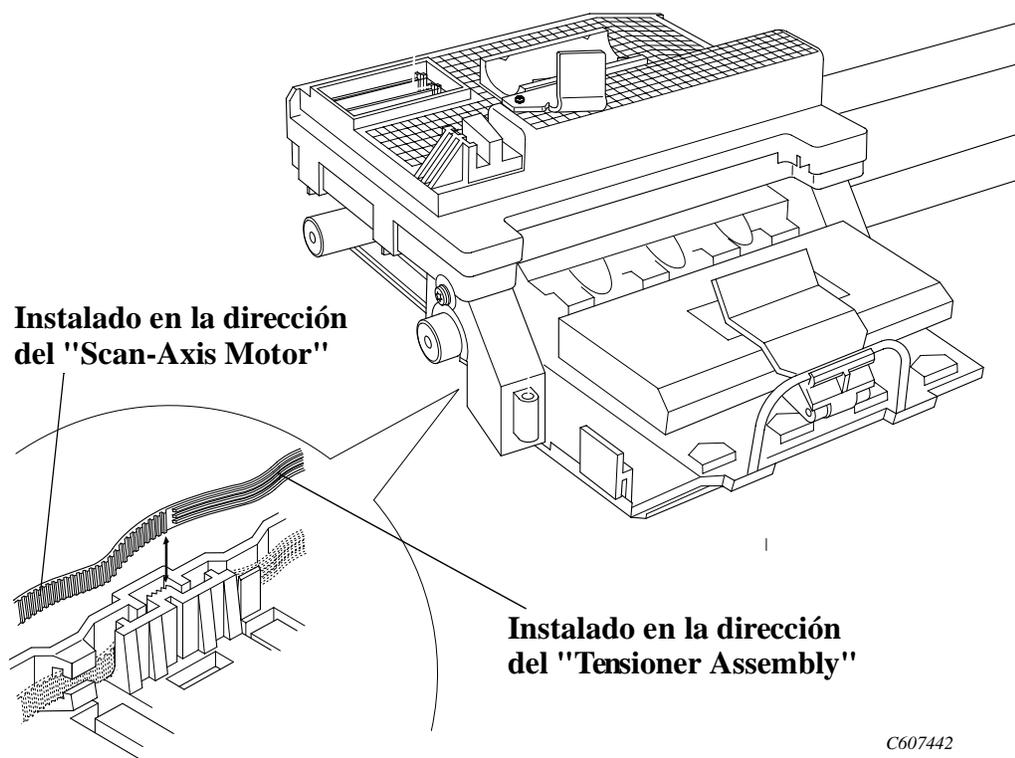

Figura 51: Instalación del "Belt"
Consulte de la Figura 41 a la Figura 51
- Al instalar el "belt", asegúrese de que esté torcido y esté correctamente como se indica en la Figura 51.